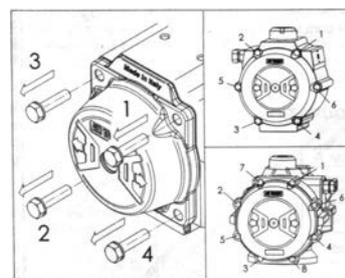

Рисунок 3
в) Демонтаж крышек (30 правый и левый) Для моделей AT550 до AT700 крышки (30) симметричные, рисунок 3. Отвинтить винты крышки (13) соблюдая последовательность показанную на рисунке 3. Внимание: демонтируя привод простого действия крышки (30) после того как будут отвинчены винты (13) на 4-5 оборота, должны быть свободными. Если крышки после их развинчивания на